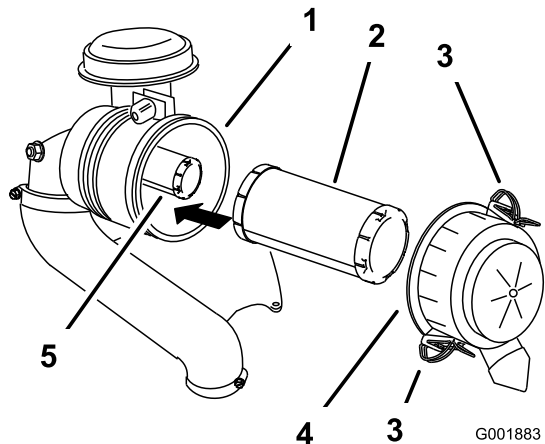

Рисунок 43
- Освободите защелки воздухоочистителя и отделите крышку от корпуса воздухоочистителя (Рисунок 43).
- Осторожно извлеките фильтр грубой очистки из корпуса воздухоочистителя (Рисунок 43).
- При замене внутреннего фильтра осторожно вставьте его в корпус фильтра (Рисунок 43).
- Осторожно вставьте фильтр грубой очистки поверх контрольного фильтра (Рисунок 43).
- Установите крышку воздухоочистителя и закрепите ее защелками (Рисунок 43).